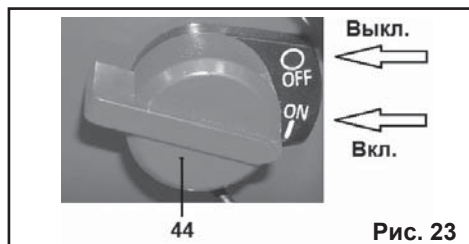

Рис. 23
8.5.4. Поверните выключатель двигателя (44) в положение «ON» (**Включено**) (Рис. 23).